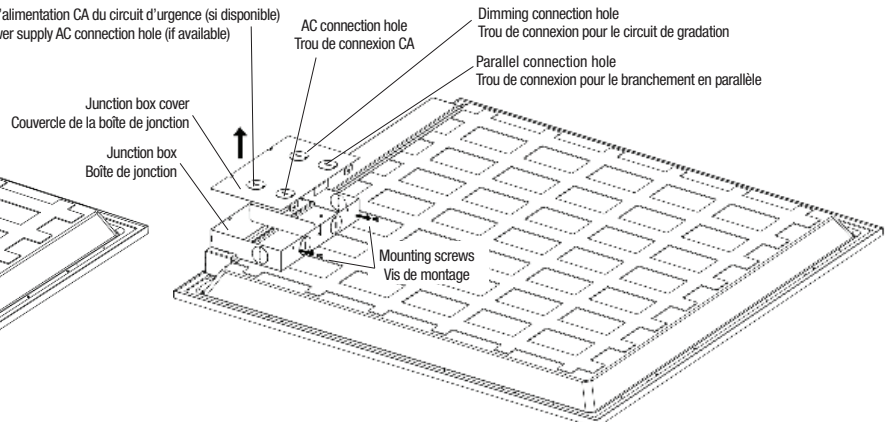
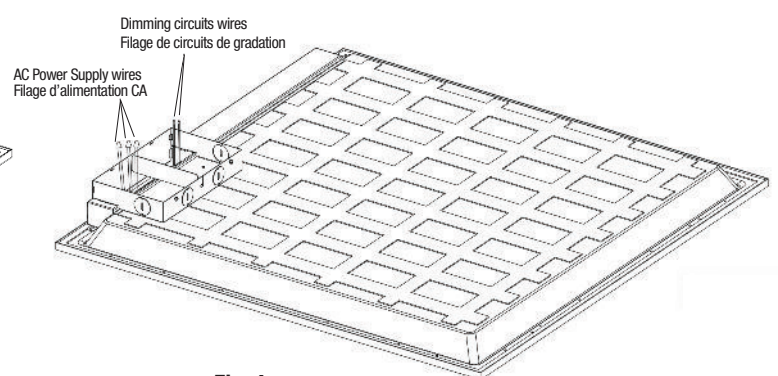

Fig. 2
Fig. 4
5. Raccorder les fils d'alimentation électrique (Fig. 4) dans la boîte de filages (capuchons de connexion non inclus). Respecter les polarités, soit le fil de mise à la terre connecté au fil de mise à la terre du fournisseur, le fil actif pour le conducteur de PHASE et le fil neutre pour le conducteur NEUTRE.
MONTAGE ENCASTRÉ (Fig. 2)
3. L'unité est munie de crochets de sécurité de chaque côté, qui alignent le luminaire et le fixent sur la grille en T inversée. Plier chaque crochet de sécurité (voir le détail Fig. 2) et installer l'unité dans le plafond à sa place de façon sécuritaire (Fig. 2).
6. Raccorder les fils d'alimentation électrique (Fig. 4) dans la boîte de filages (capuchons de connexion non inclus). Respecter les polarités, soit le fil de mise à la terre connecté au fil de mise à la terre du fournisseur, le fil actif pour le conducteur de PHASE et le fil neutre pour le conducteur NEUTRE. Pour le circuit de gradation de la lumière (si disponible), connecter le fil violet au fil "+" et le fil rose au fil "-".
8. Make wires connection (Fig. 4) inside the wiring box, (wire nuts not included). Observe the polarity of the GROUND wire, connected to the supplier grounding conductor, the line wire to the PHASE conductor and the neutral wire to the NEUTRAL conductor.
8. Raccorder les fils d'alimentation électrique (Fig. 4) dans la boîte de filages (capuchons de connexion non inclus). Respecter les polarités, soit le fil de mise à la terre connecté au fil de terre du fournisseur, le fil actif pour le conducteur de PHASE et le fil neutre pour le conducteur NEUTRE. Pour le circuit de gradation de la lumière (si disponible), connecter le fil violet au fil "+" et le fil rose au fil "-".
3. Open the junction box cover by unscrewing the two screws (Fig. 2).
5. Insert the luminaire input wires into the junction box (Fig. 4) as follow:
7. Make the appropriate wiring connections by using wires nuts (Fig. 4).
3. Ouvrir le couvercle de la boîte de jonction en dévissant les deux vis (Fig. 2).
5. Insérer les fils d'entrée du luminaire dans la boîte de jonction (Fig. 4) comme suit:
7. Effectuer les connexions de câblage appropriées en utilisant des capuchons de connexion (Fig. 4).
2. Cut out an opening into the ceiling according to the dimension table (Fig. 2 and Fig. 4, step "a").
4. Install the wooden support frame (not provided) into the ceiling as shown in Fig. 4, step "b".
5. Place the metallic frame into the ceiling opening (Fig. 4, step "c").
6. Install the metallic frame into the ceiling by screwing it into the wooden frame (screws not included) as shown in Fig. 4, step "d".
7. Make the appropriate electrical wiring and install the luminaire into the metallic frame (Fig. 4, step "e").
2. Découper une ouverture dans le plafond conformément au tableau des dimensions (Fig. 2 et Fig. 4, étape "a").
4. Installer le cadre support en bois (non fourni) dans le plafond comme indiqué sur la Fig. 4, étape "b".
5. Placer le cadre métallique dans l'ouverture du plafond (Fig. 4, étape "c").
6. Installer le cadre métallique dans le plafond en le vissant dans le cadre support en bois (vis non incluses) comme montré sur la Fig. 4, étape "d".
7. Effectuer le câblage électrique approprié et installer le luminaire dans le cadre métallique (Fig. 4, étape "e").